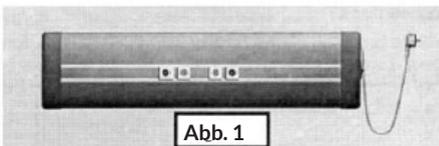

Abb. 1
1. Para el calefactor se emplearán 4 soportes y elementos de unión. Además, en la parte trasera del aparato hay 4 arandelas (25 x 25 mm). Tome dos arandelas (véase ilustración 1) y fije dos soportes a la parte trasera del aparato con ayuda de los tornillos (véase ilustración 2).